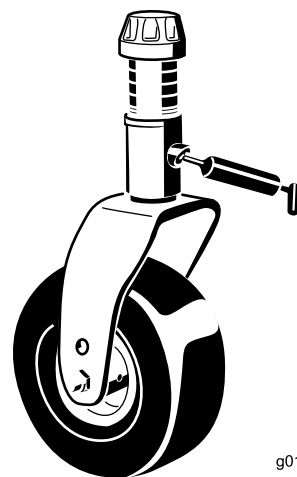

Figura 63
- Dois casquilhos de eixo da forquilha da roda giratória (Figura 63)